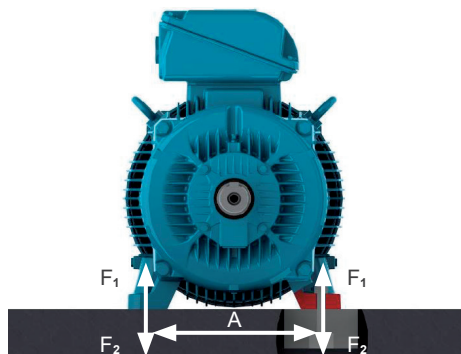

Figura 6.3: Motore installato su una base in cemento
Le sollecitazioni sulla fondazione possono essere calcolate utilizzando le seguenti equazioni (vedere la Figura 6.3 a pagina 6-3):
- Basi metalliche: sono generalmente utilizzate per motori di piccole dimensioni (vedere la Figura 6.3 a pagina 6-3).